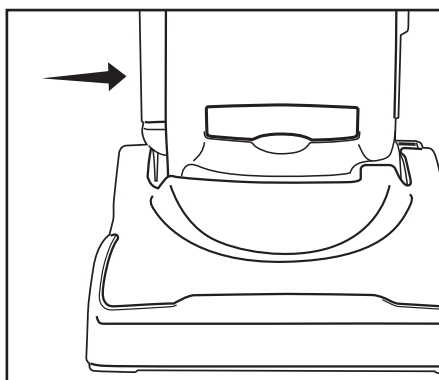

Imagen 1
- El filtro posterior está ubicado en el lateral de la aspiradora (Imagen 1).